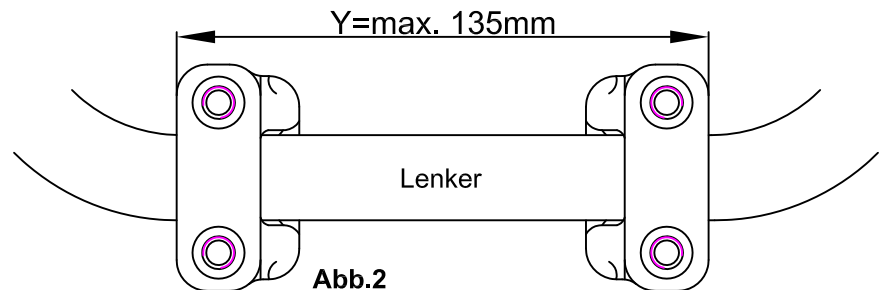
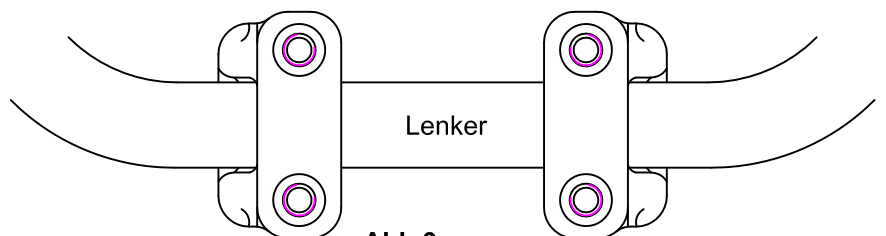

Abb.2
Abb.3
**Der Abstand „Y“ (Abb.2) darf 135mm nicht überschreiten, ggf. Klemmböcke nach innen montieren (Abb.3)!**